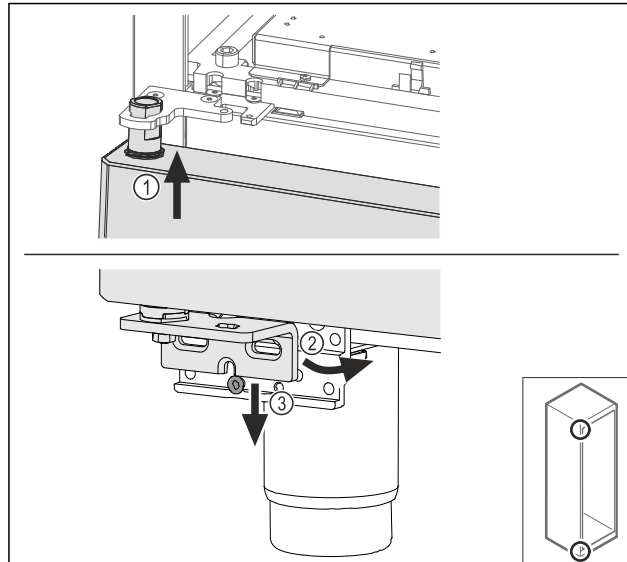

Fig. 64
- ▶ Ievadiet augšā durvis mazliet sagāztā veidā Fig. 64 (1), nolīmeņojiet durvis taisni Fig. 64 (2) un uzlieciet apakšā uz gultņa balsta skrūves Fig. 64 (3).